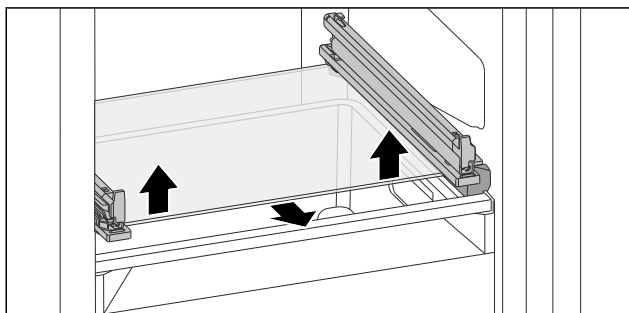

Fig. 85 Skleněná deska odklápací zásuvky
- Vytlačte skleněnou desku zdola na obou stranách nahoru. (viz Fig. 85)